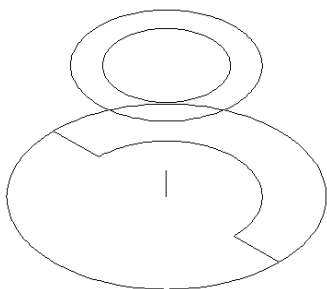

图 12-83 移动结果
- 20 使用【移动】命令，将同心圆沿 z 轴正方向移动 50 个绘图单位，结果如图 12-83 所示。